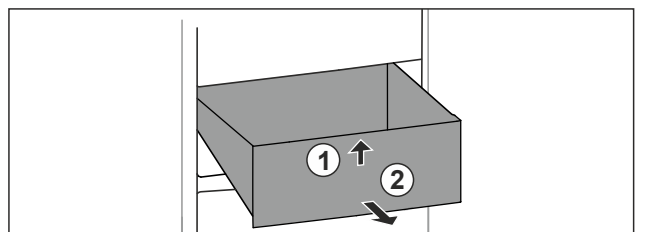

Fig. 100
- ▶ Schubfach vorne anheben. Fig. 100 (1)
- ▶ Schubfach nach vorne entnehmen. Fig. 100 (2)